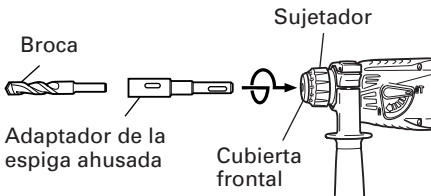

Fig. 13
- (1) Montar el adaptador de la espiga ahusada en el martillo perforador. (Fig. 13)
- (2) Montar la broca (espiga ahusada) en el adaptador de la espiga ahusada. (Fig. 13)
- (3) Poner el interruptor en la posición de encendido (ON), y taladrar un agujero de la profundidad especificada.